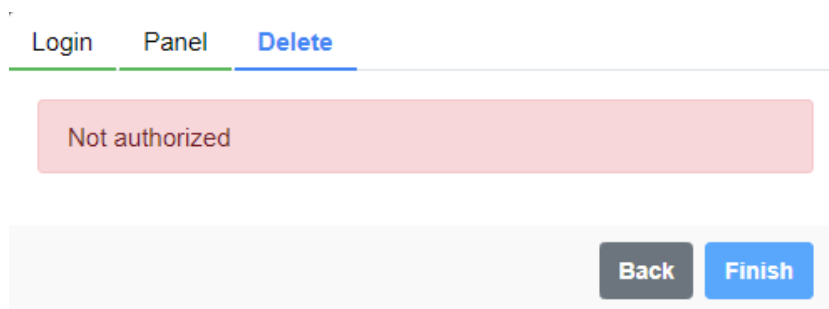

Figura 6.19: Falha ao desvincular do MFM o Drive Scan
Passo 15 Em caso de sucesso, avance para o **Passo 16**. Caso ocorra alguma mensagem de erro (Figura 6.19), avalie o seu conteúdo e clique no botão: